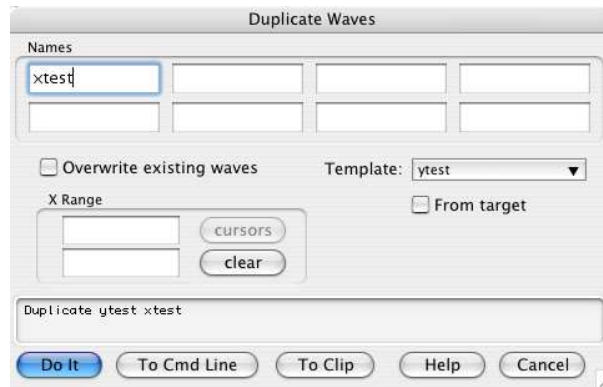

Fig. 4 : Panneau "Duplicate Waves"
5. Sélectionner *Data* \triangleright *Duplicate Waves*, s'assurer que le modèle est bien **ytest** et saisir le nom **xtest**, comme sur la figure 4, puis valider.